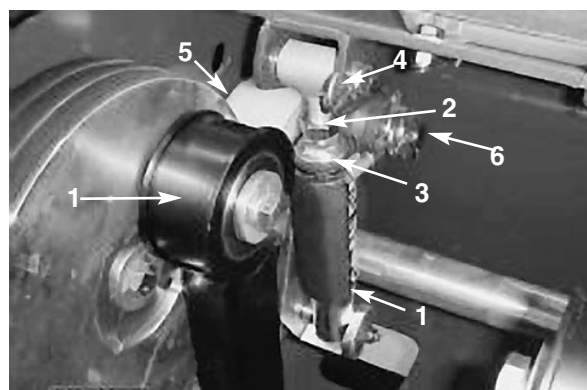

Figure 31
1. Desserrez l'écrou de blocage qui fixe le tube de renvoi au bras tendeur (Fig. 31).
2. Tournez la tête hexagonale en haut du bras de renvoi jusqu'à ce que le ressort soit détendu (Fig. 31).
3. Enlevez la goupille fendue et la goupille de renvoi qui fixent l'ensemble ressort au châssis (Fig. 31).
4. Enlevez la goupille fendue qui fixe l'ensemble poulie de renvoi à l'arbre de renvoi (Fig. 31). Déposez l'ensemble poulie de renvoi de l'arbre.
5. Enlevez la vis, la rondelle-frein et la rondelle plate qui fixent le haut du bras d'aération à la poulie (Fig. 31).